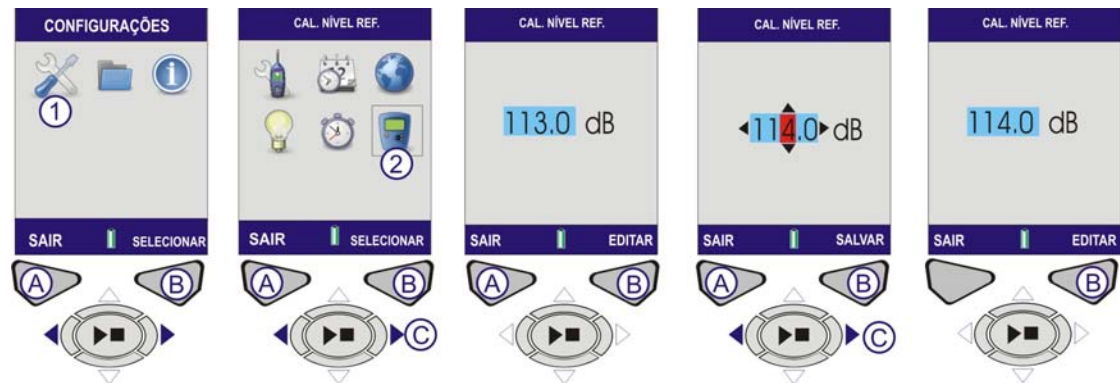

Figura 9 Nível de Referência de Calibragem
G. NÍVEL REF. CAL. (Consultar Figura 9)